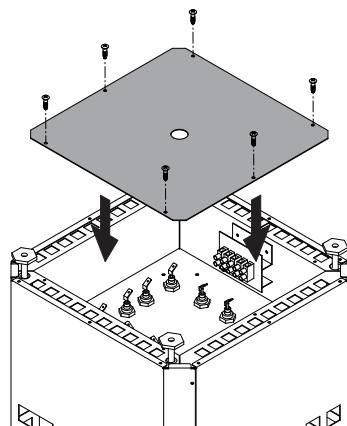

Рис. 6
- Запереть крышку коробки подключения при помощи винтов (рис. 6). Закрепить кабель подключения при помощи кабельного коннектора.